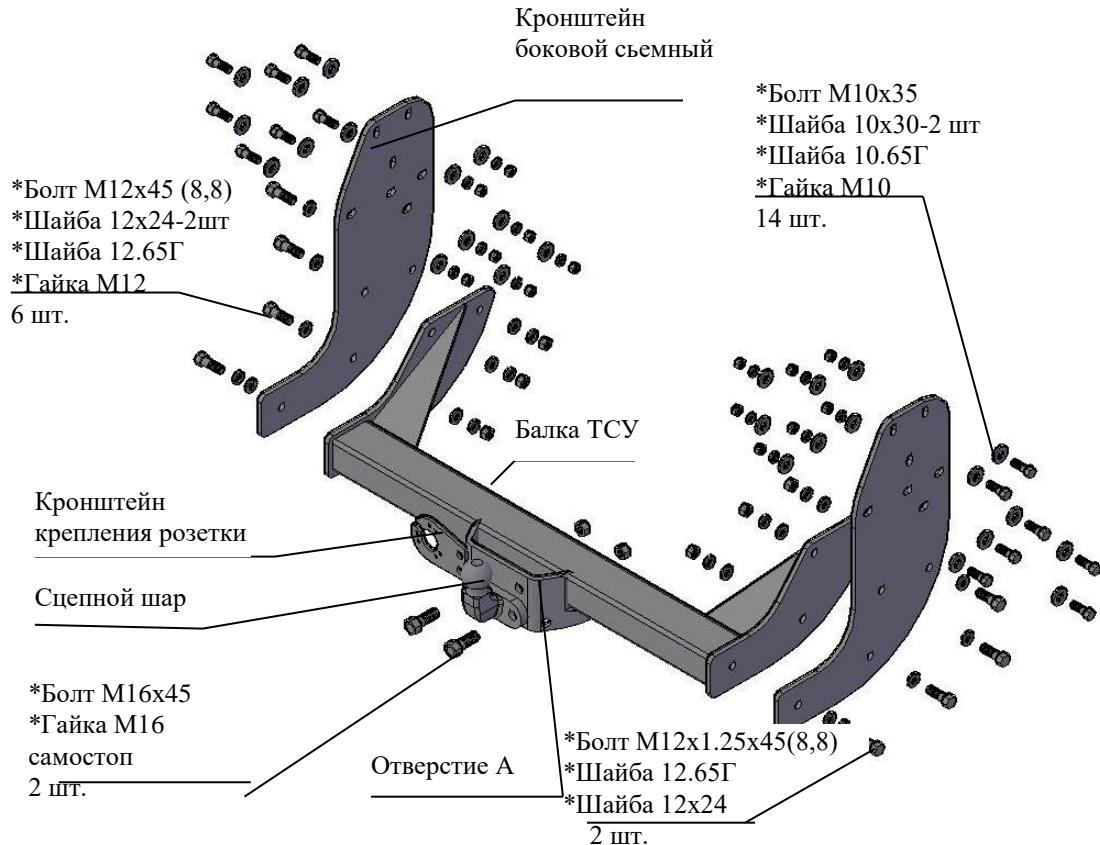

Рис.1 Тягово-сцепное устройство 2122..
2.1 ТСУ 2122 в сборе (рис.1)	1 шт.
2.2 Пакет с комплектующими (см. рис.1)	1 шт.